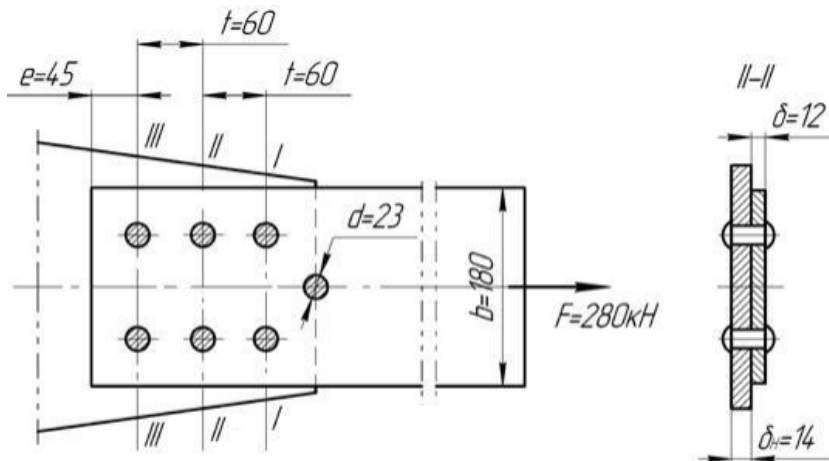

Рис. 15.1
**Задача 15.1.** Проверить прочность заклепочного соединения изображенного на рис. 15.1. Допускаемые напряжения:  $[\sigma_p] = 160$  МПа,  $[\tau_{cp}] = 140$  МПа,  $[\sigma_{сж}] = 320$  МПа.